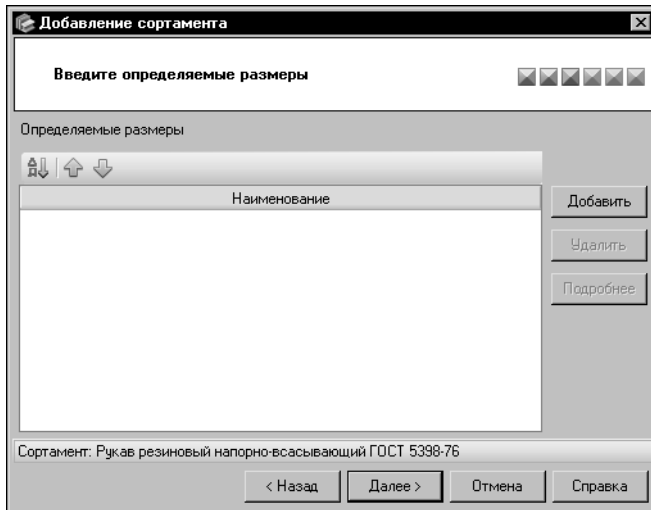

Рис. 6.38. Мастер добавления сортамента: шаг 3
5. В окне третьего шага мастера (рис. 6.38) сформируйте список определяемых размеров сортамента.